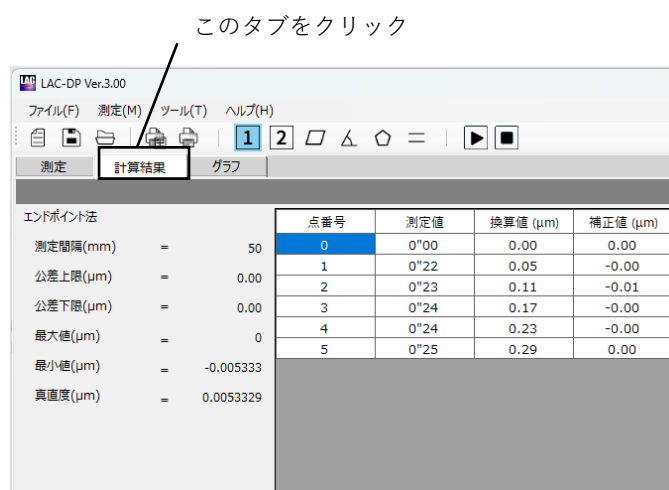

図 5-3-8
5.3.2で行った「計算結果」を表示します。[計算結果]タブをクリックすると表示されます(図5-3-8)。